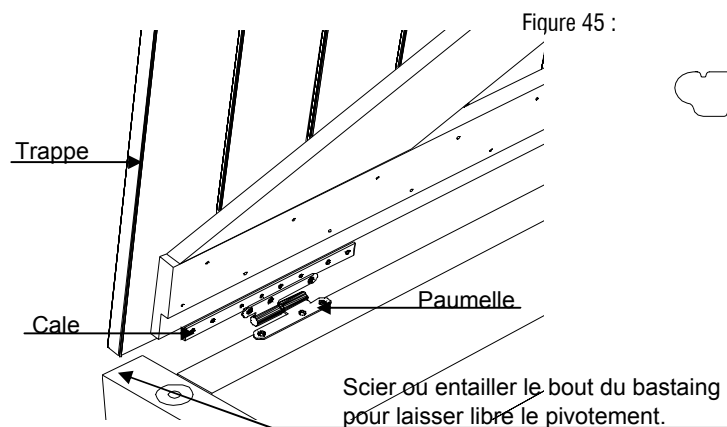

Figure 45 :
a) Fixer les pièces d'appui (68x90x745) avec les vis inox Ø6x120 en fond de rainure (fig. 45).